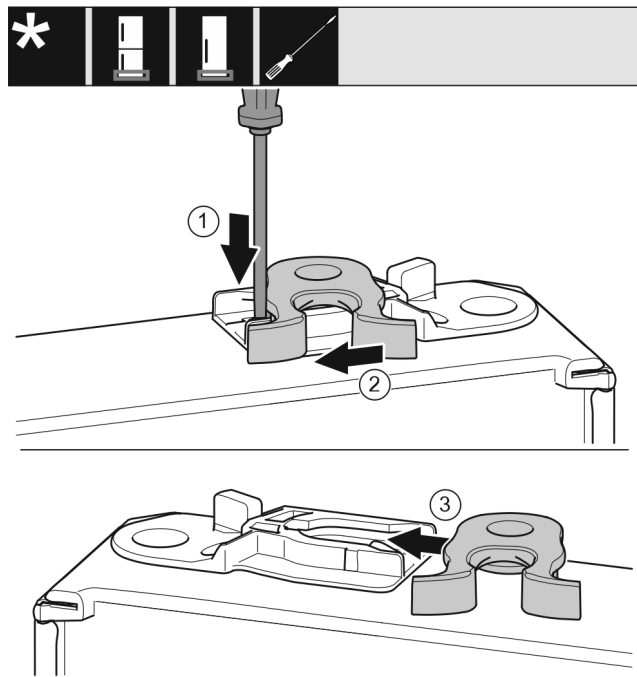

Fig. 23 \*
- ▶ Nyomja le a fedőlemezt Fig. 23 (1) lapos csavarhúzóval.\*
- ▶ Húzza ki a záróhorgot Fig. 23 (2) a vezetősínből.\*
- ▶ Tolja be a záróhorgot Fig. 23 (3) a másik oldalon lévő vezetősínbe.\*